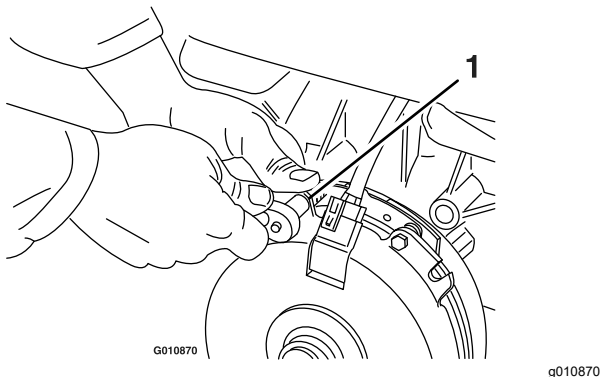

Figure 74
- A. Desserrez les boulons de fixation du frein d'un demi à un tour complet, comme montré à la Figure 74.